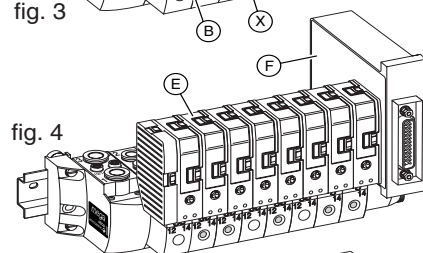

fig. 4
■ MULTIPOLAR : MULTIPOL IP65 (fig. 4)